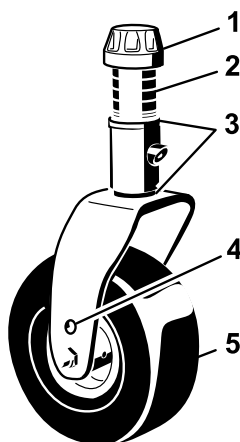

図 24
3. キャスタのシャフトからテンショニングキャップを外す (図 24)。そして、キャストアームからシャフトを抜き出す。最初についていたように、キャストシャフトにシム (3mm) を 2 枚セットする。適正数のスペーサシャフトにセットして希望の刈高にする。
4. キャスタシャフトを前キャストアームに押し込む。シムを取り付け (最初についていたように)、残りのスペーサをシャフトに取り付ける。テンショニングキャップを取り付けてアセンブリを固定する (図 24)。